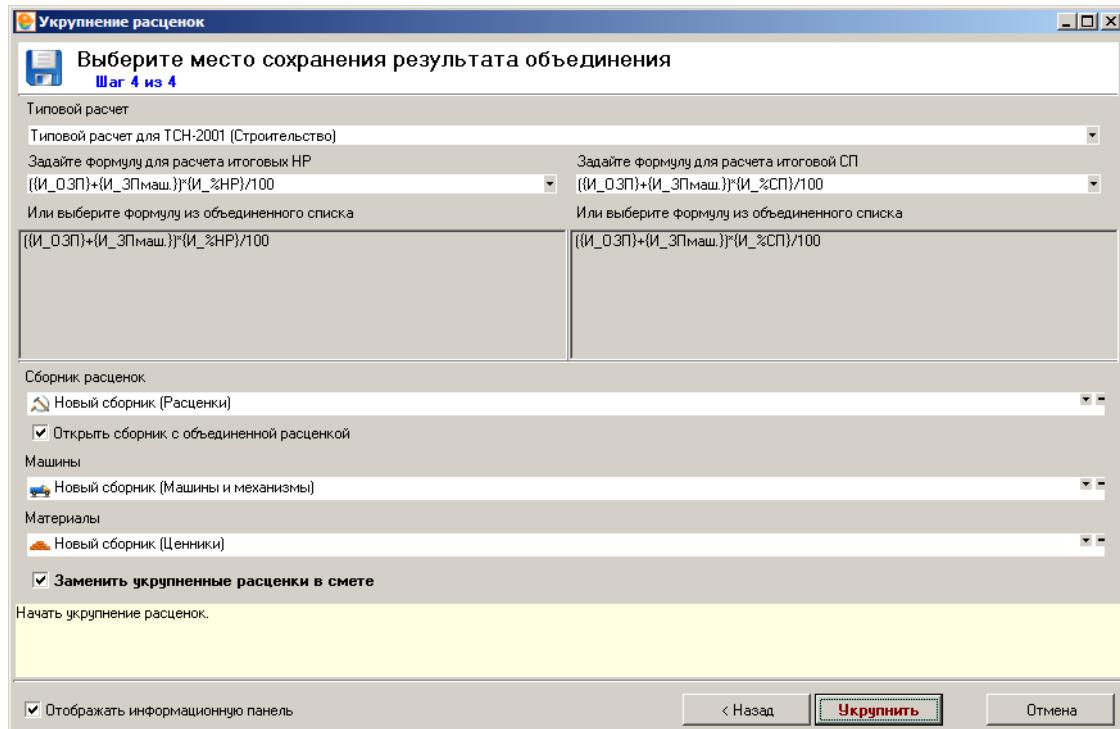

Рис. 5. Укрупнение расценок, шаг 4
**Шаг 4. Выберите место сохранения результата объединения.** Новая расценка, а также ресурсы, созданные в процессе объединения, сохраняются в сборниках нормативов для последующего использования – уже существующих или новых (см. рис. 5). На этом шаге укажите: